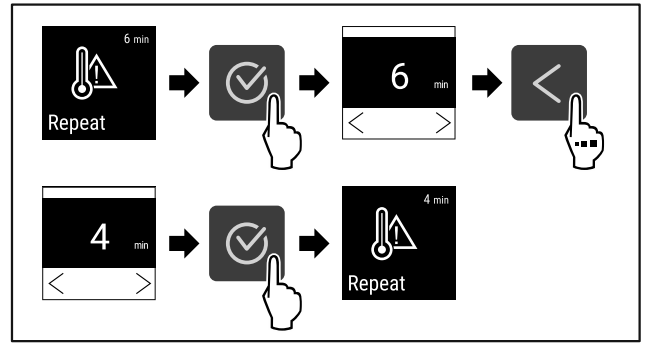

Fig. 101
- ▶ Hajtsa végre a művelet lépéseit (lásd Fig. 101) .